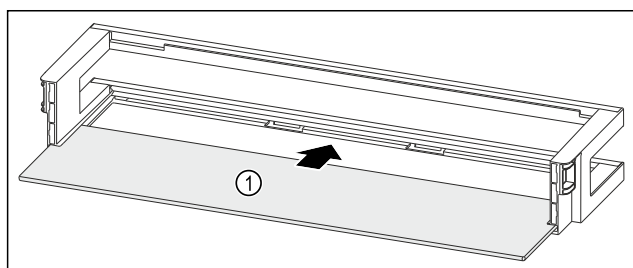

Fig. 185 Rafti i derës me raft mbajtës
- Futni raftin mbajtës Fig. 185 (1) në folëtë anësore.